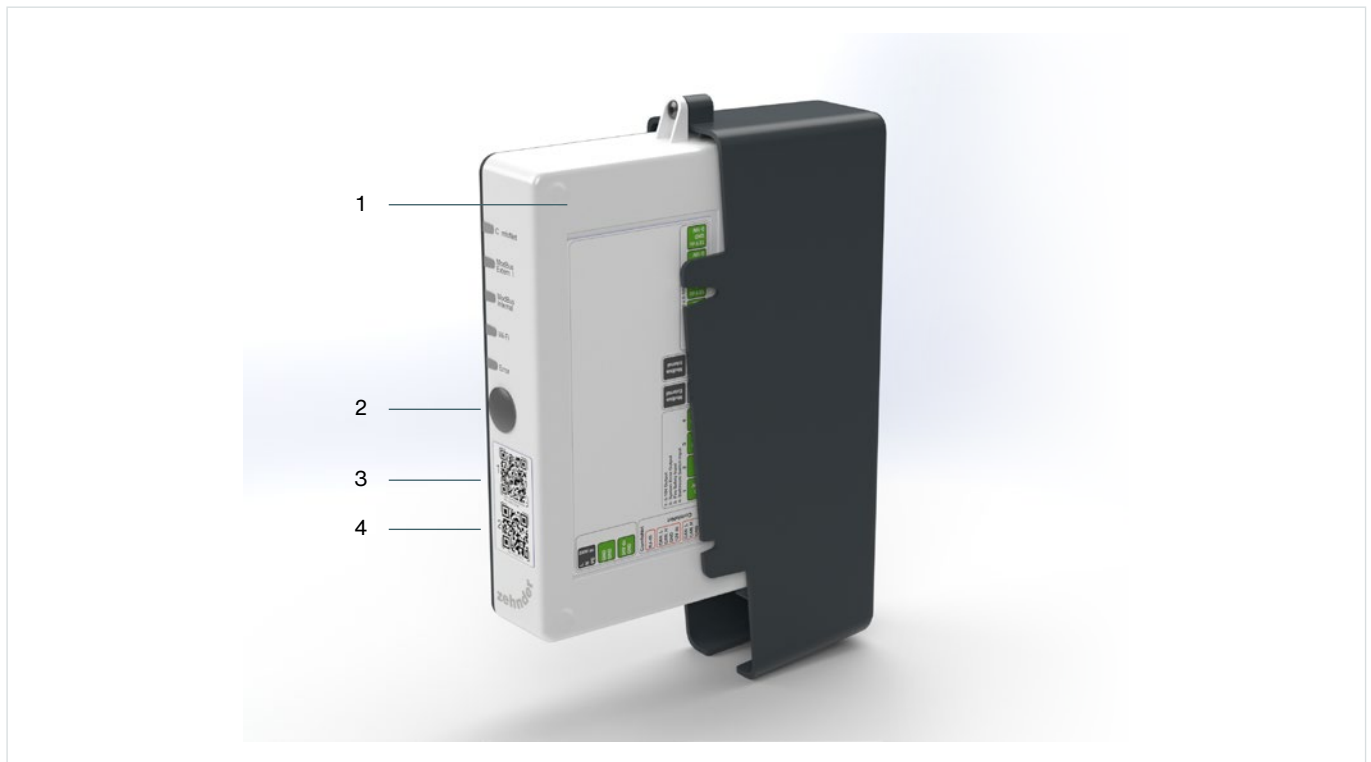

Abb. 6.1 - WLAN an der CM aktivieren
1. Drücken Sie die WLAN-Taste (Abb. 6.1, Pos. 2).
2. Scannen Sie den ersten QR-Code (1) mit einem mobilen Gerät (nicht abgebildet). Auf diese Weise wird eine Verbindung mit dem richtigen Netzwerk hergestellt, das auch das Passwort enthält. Bei Verwendung eines Laptops kann der Text unter den QR-Codes verwendet werden. Der Wi-Fi-SSID-Name hat die Form CVA und das Passwort befindet sich unter dem ersten QR-Code.
3. Scannen Sie den zweiten QR-Code (2) um zur richtigen URL <http://172.30.135.1/> zum integrierten Webserver (CM-EW) zu gelangen. Der Benutzername (username) ist admin und das Passwort (password) ist 4210 (nur diese vier Ziffern).